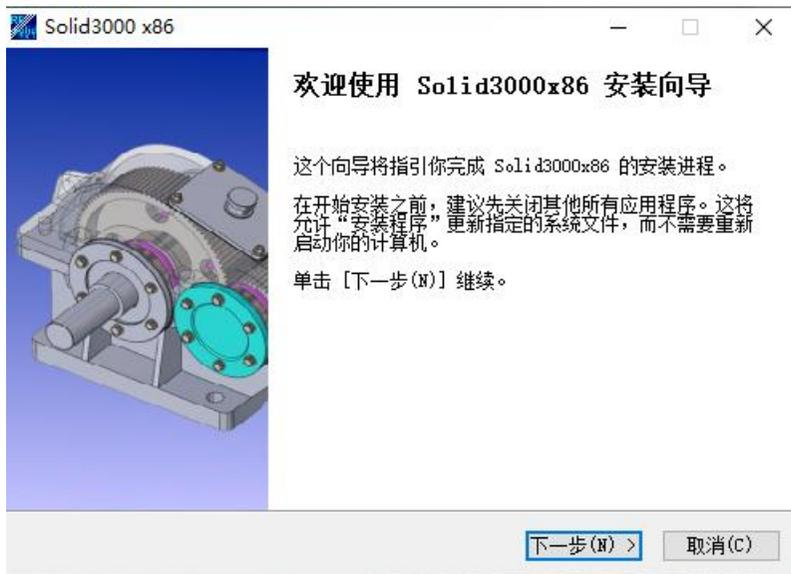

图 1-1 Solid3000 安装启动程序
2) 为了安装程序的正常进行，请将系统中杀毒程序中的实时监控功能关闭。然后将安装光盘插入光盘驱动器(CD-ROM)中。如果此时 Windows 不处于繁忙状态，系统会自动启动光盘安装程序，如图 1-1：